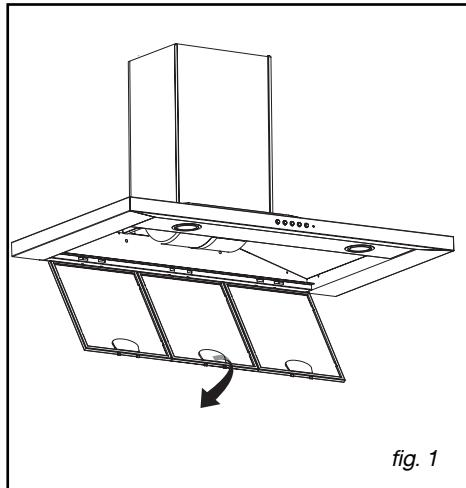

fig. 1
• **Desmontaje del filtro modular (fig. 1)**